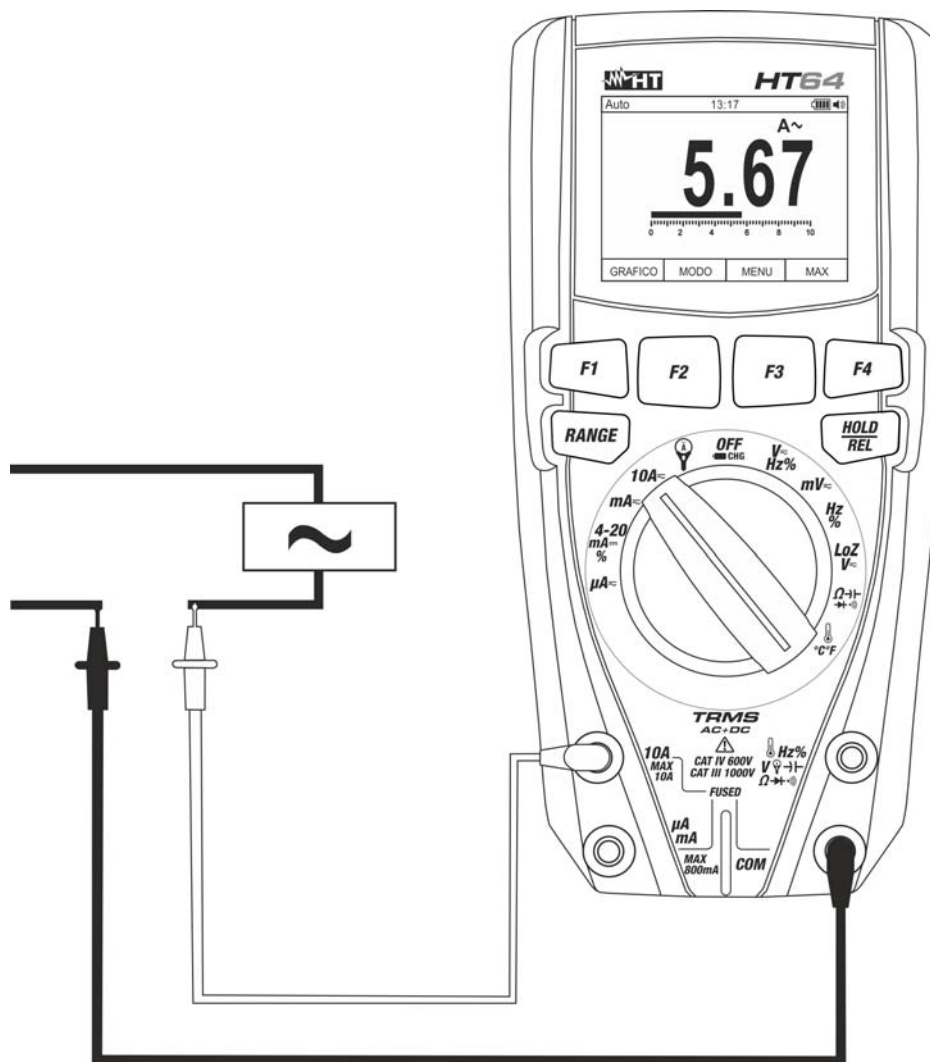

Fig. 31: Uso dello strumento per misura di Corrente AC
5. Collegare il puntale rosso ed il puntale nero in serie al circuito di cui si vuole misurare la corrente (vedere Fig. 31)